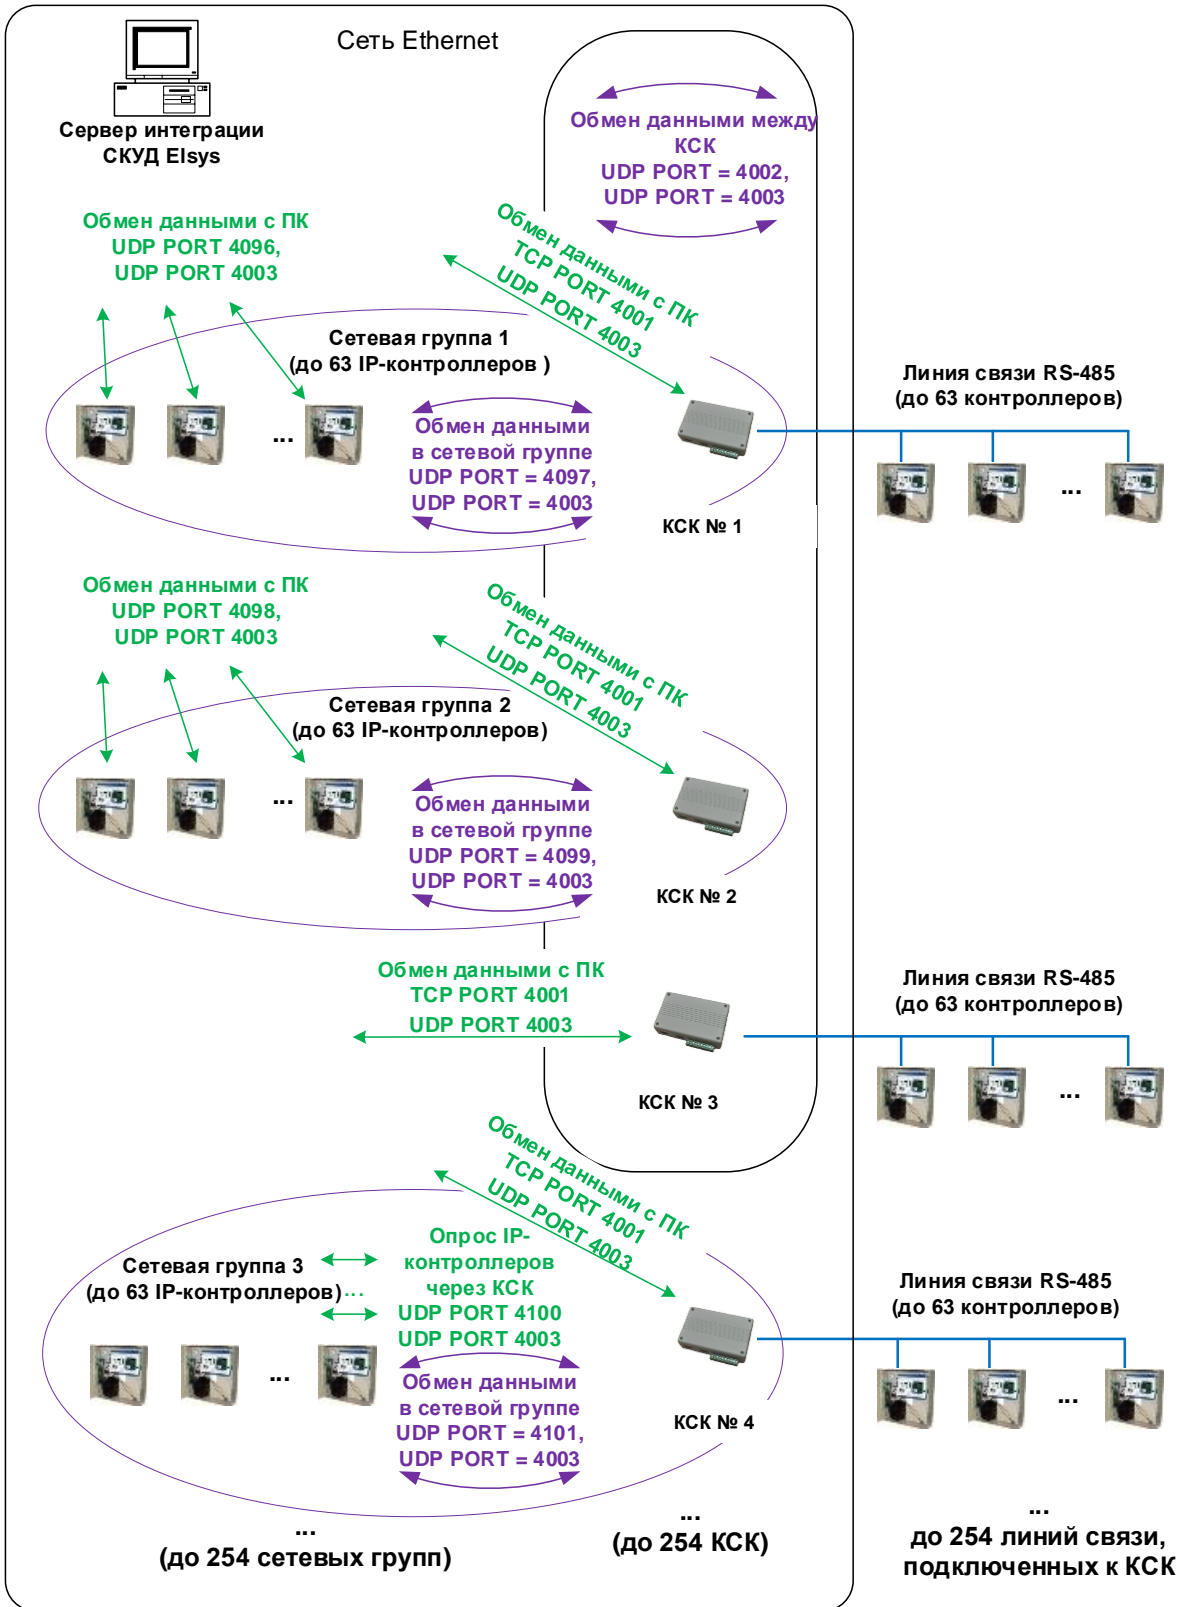

Рисунок 2. Использование КСК Elsys-MB-Net II в составе СКУД Elsys
- е) установите перемычку JP1 (см. Рисунок 2, Приложение 2), если КСК находится на одном из концов линии связи RS-485 (в иных случаях перемычка должна быть снята);